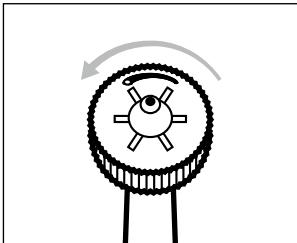

Abb.4
- ◆ Drehen Sie den Düsenregler ① mit den Fingern gegen den Uhrzeigersinn für einen Einzelstrahl zur gezielten Entfernung von Speiseresten an schwer erreichbaren Stellen (siehe Abb. 4 und 5).